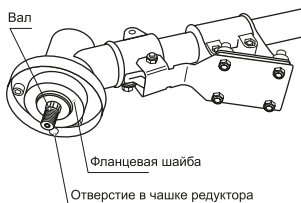

Рис. 6
- Совместите отверстие в фланцевой шайбе с отверстием в чашке редуктора (рис. 6).